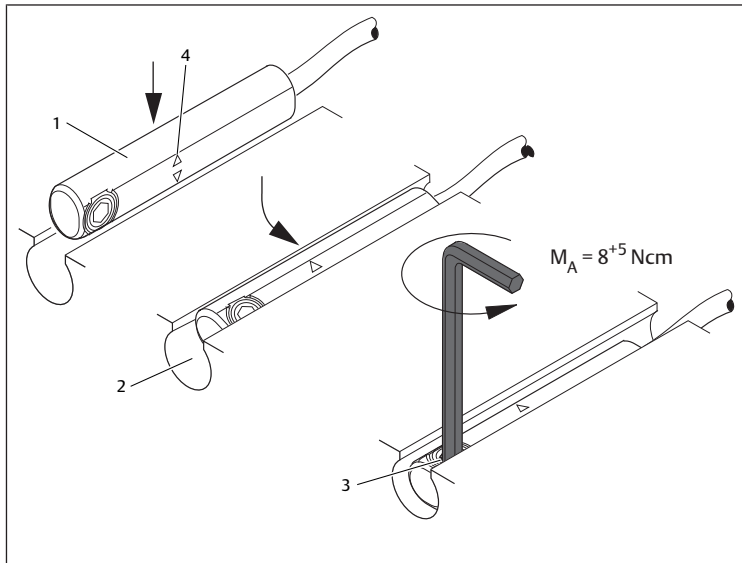

Abb. 1: Montage des Sensors
Siehe → Abb. 1
4. Setzen Sie den Sensor (1) von oben in die C-Nut (2) ein und verschieben Sie den Sensor in der C-Nut bis beide LEDs gleichzeitig leuchten und schrauben Sie die Befestigungsschraube (3) fest. Anzugsdrehmoment: $M_A = 8^{+5}$ Ncm. Siehe → Abb. 1.